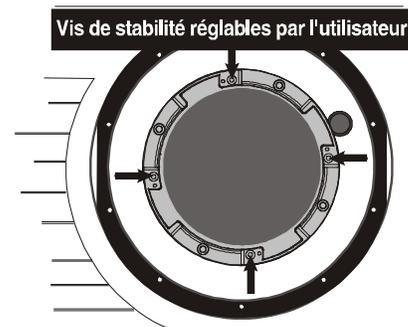

Figure 4.11. Vis réglables sur la bague de maintien
- **Bloquer les vis de stabilité (facultatif)** : Pour renforcer la stabilité, bloquer les vis de réglage fournies avec la bague de maintien de l'objectif (voir la Figure 4.11). Si vous avez installé un objectif à focale variable large, une ou plusieurs des vis peuvent être inaccessibles ; contentez-vous de resserrer celles qui sont accessibles. **REMARQUE** : Cette opération est conseillée pour les objectifs plus lourds, tels que les modèles 0.73:1 et 1.2:1.